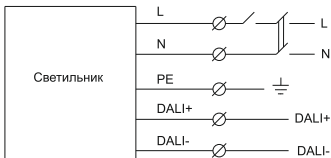

Рисунок 4
4.3.1 Подключение светодиодной панели производить сетевым кабелем, выведенным из корпуса светильника, согласно маркировке проводников (рисунок 4): L – коммутируемая фаза; N – нейтраль; PE – заземление; DALI+ и DALI- – управляющие провода.